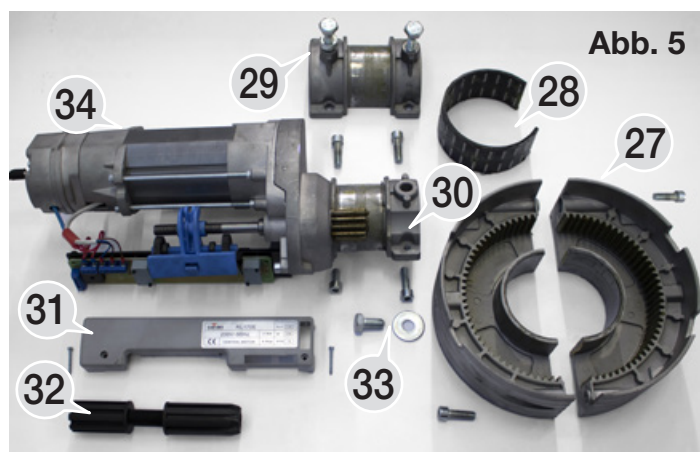

Abb. 5
- An diesem Punkt entsprechen die Installationskomponenten auf der Werkbank der Darstellung in Abbildung 5.